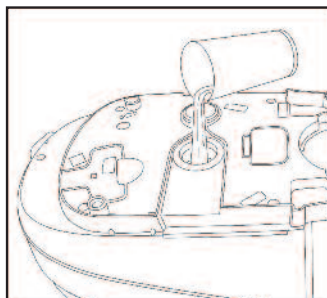

Fig 10
7. Versare una tazza d'acqua di rubinetto o filtrata attraverso l'apertura nella parte inferiore della caldaia come indicato nella fig. 10.
10. Una volta ultimata la pulizia, versare nella caldaia 400ml di acqua di rubinetto o filtrata come mostrato nella fig. 10.